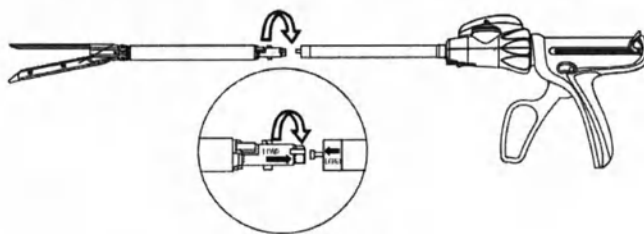

Рисунок 1
2. Извлеките степлер и блок загрузочный и снимите крышку компонента. Проверьте степлер, чтобы убедиться, что приводящая рукоятка находится в исходном положении. Чтобы установить блок загрузочный, расположите его напротив белой стрелки с надписью "LOAD" на втулке стержня степлера и поверните против часовой стрелки (Рисунок 1).